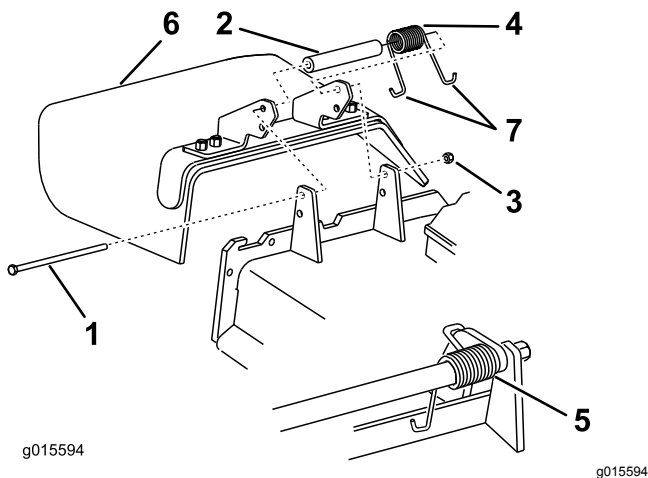

Figura 94
1. Retire la contratuerca, el perno, el muelle y el espaciador que sujetan el deflector a los soportes de pivote (Figura 94).
Nota: Asegúrese de colocar un extremo con gancho en J del muelle detrás del reborde de la carcasa antes de instalar el perno, según se muestra en Figura 94.
6. Coloque 1 extremo en J del muelle alrededor del deflector de hierba (Figura 94).